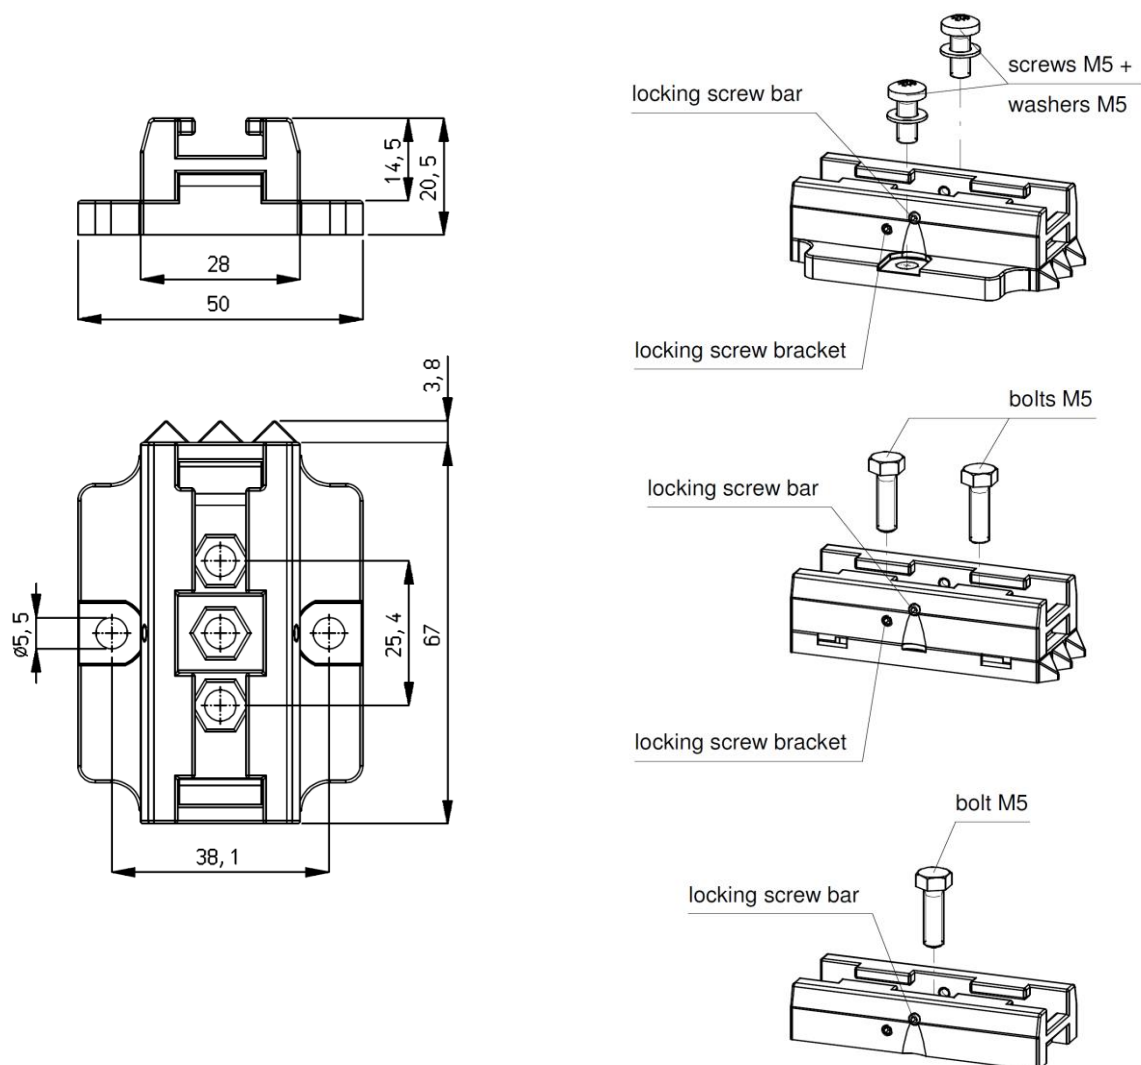

Abbildung 7: Maße Montagebügel und Befestigungsmöglichkeiten
- Arretieren Sie den Sensor in den Montagefüßen, indem Sie die zwei Stellschrauben (7) in die Bügel drehen. Bei mehr als zwei Bügeln müssen lediglich die zwei äußersten Bügel arretiert werden.
- Schrauben Sie die Stellschrauben (Nr. 7) aus den Bügeln heraus (siehe Abbildung 7).